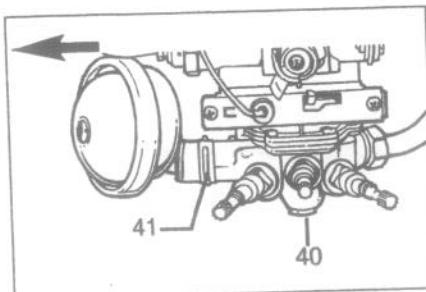

Fig.7 - BAYARD STAR 5 TSf 1F
- Déboîter le dispositif en tirant dans le sens de la flèche (fig.7).